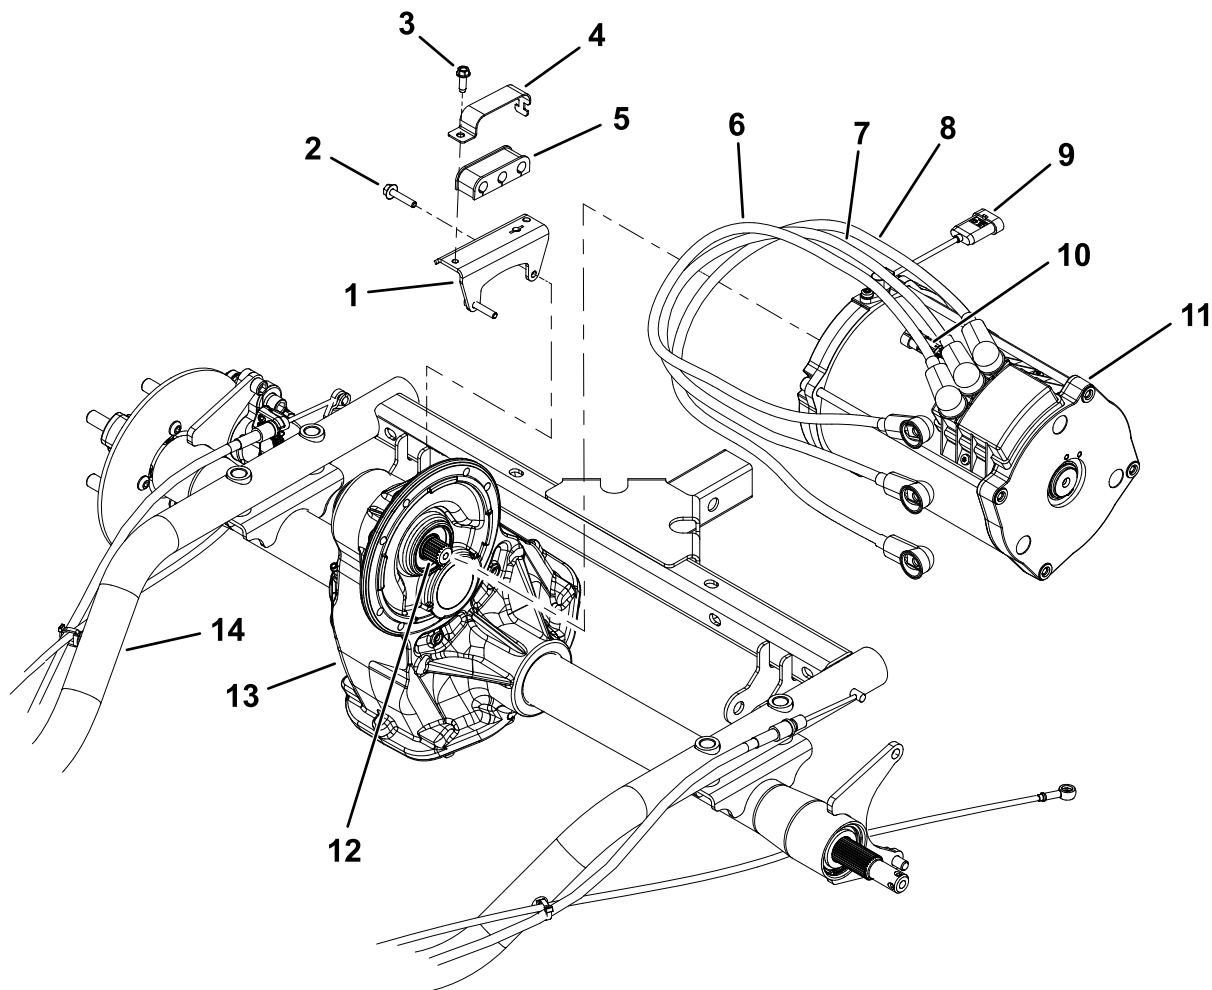

图3
5. 卸下将电缆支架固定到驱动桥和牵引马达的 2 个凸缘头螺丝 图3。
6. 卸下将马达固定到驱动桥的剩余 4 个凸缘头螺丝 图3。
7. 将马达拉离驱动桥直至马达轴与驱动桥输入轴分离 图3。
9. 如有必要拆卸将绝缘体固定环和绝缘体固定在绝缘体支架上的垫圈头螺钉 图3。
1. 如果绝缘体和电缆已从电缆支架上卸掉请将电缆插入绝缘体图3。
2. 用绝缘体支架和垫圈头螺丝将绝缘体和电缆固定到支架上图3。
4. 为驱动桥铰链轴和牵引马达轴涂抹防卡润滑剂图3。
- A. 调整马达和驱动桥的安装孔图3。
- B. 将 4 个凸缘头螺丝穿过驱动桥孔装入牵引马达图3。
- C. 将连接有电缆的电缆支架放置到马达和驱动桥上图3。
- D. 安装最后 2 个凸缘头螺丝图3。